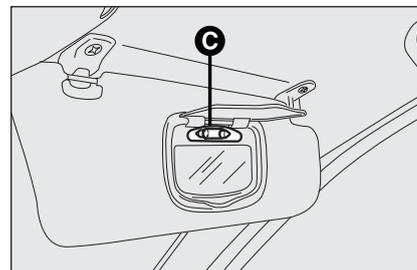

fig. 46
- sustituya la lámpara **C-fig. 46** separándola de los contactos laterales asegurándose de que la lámpara nueva haya quedado bloqueada correctamente entre los mismos contactos.